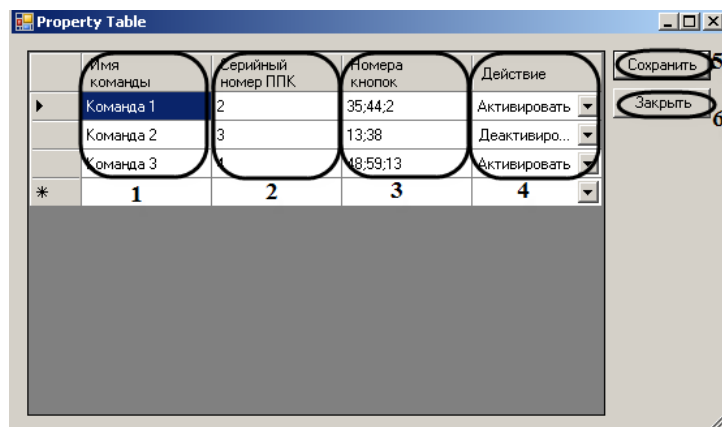

Рис. 3.3—2 Настройка команд
В результате выполнения операции отобразится диалоговое окно **Property Table** (Рис. 3.3—2).
- 7.1 В столбце **Имя команды** необходимо ввести название команды (см. Рис. 3.3—2, 1).
- 7.2 В столбце **Серийный номер ППК** необходимо ввести серийный номер ППК, для которого задается данная команда (см. Рис. 3.3—2, 2).
- 7.3 В столбце **Номера кнопок** необходимо ввести номера виртуальных кнопок ППК, для которых будет действовать данная команда (см. Рис. 3.3—2, 3).